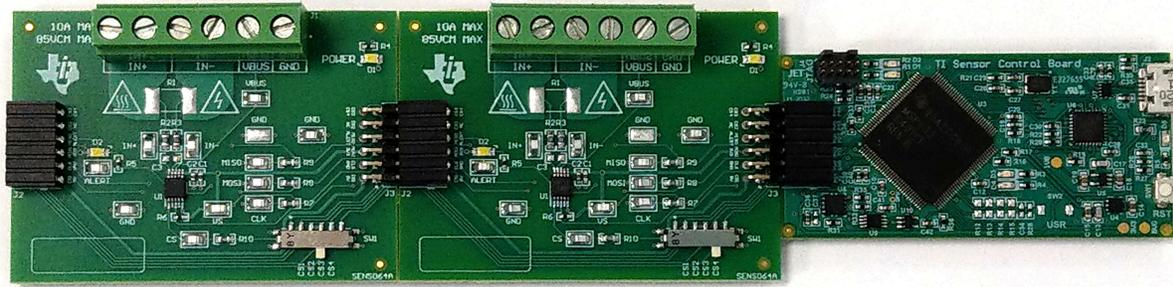

图 4-2. 多个 EVM 连接到 SCB 控制器
- a. 连接相同类型的多个 EVM 时，请参阅图 4-2。
如果使用多个 EVM，如图 4-2所示进行连接。确保对每个器件使用不同的芯片选择/地址。GUI 一次仅支持一个 EVM/器件类型，总共最多 4 个 EVM。